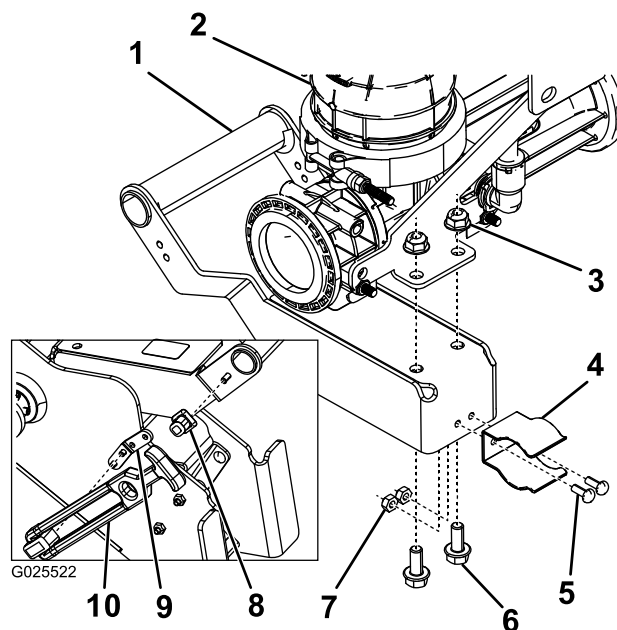

Рисунок 13
1. Присоедините стойку защелки к рукоятке эдуктора с помощью болта с шестигранной головкой (Рисунок 13).
2. Присоедините удлинительный кронштейн к основной опорной раме с помощью двух болтов с шестигранными головками (Рисунок 13).
3. Подсоедините рукоятку защелки к удлинительному кронштейну (Рисунок 13).
4. Присоедините рукоятку к эдуктору с помощью двух болтов с фланцевыми головками и гаек с фланцевыми головками (Рисунок 13).